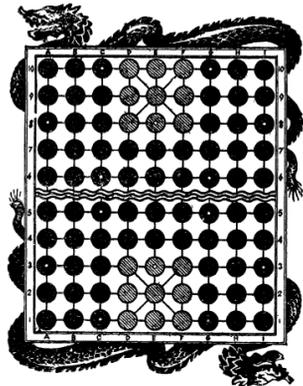

Рис. 2
1. Доска для игры (рис. 2) имеет форму прямоугольника, образованного 9 вертикальными и 10 горизонтальными линиями. 90 точек пересечения этих линий называются пунктами и выделяются на доске кружками, играющими роль клеток шахматной доски, на которых располагаются фигуры и пешки.